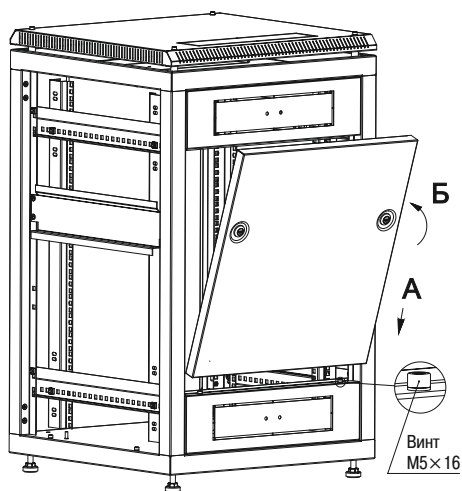

Рисунок 9 – Установка панели задней в шкаф
3.2.2 Для установки панели в шкаф необходимо установить два винта M5×16 с цилиндрической головкой в нижний ввод кабельный, затем состыковать круглые посадочные отверстия панели с винтами, установленными на нижнем вводе кабельном, затем переведите язычки замков в положение «закрыто» (рисунок 9).